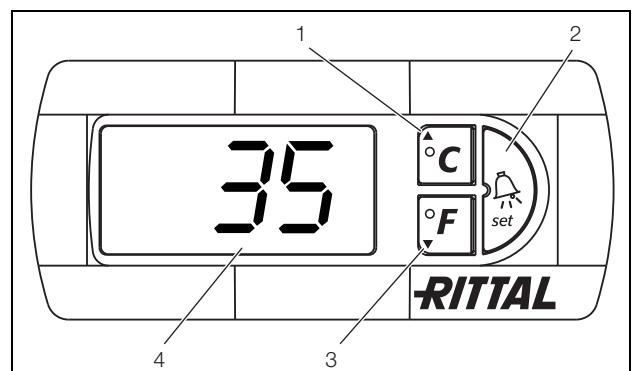

Fig. 12 : régulateur e-confort
Le climatiseur fonctionne automatiquement : dès que l'appareil est branché, le ventilateur de l'évaporateur (voir fig. 2) se met en marche et brasse l'air à l'intérieur de l'armoire électrique. Le régulateur e-confort assure la régulation du compresseur et du ventilateur du condenseur. Le régulateur e-confort dispose d'un affichage à 7 segments (fig. 12, n° 4). Après la mise sous tension, il commence par afficher la version actuelle du logiciel pendant env. 2 secondes, puis l'option pré-réglée (p. ex. t10) ou la température.
La programmation du climatiseur se fait à l'aide des touches 1 – 3 (fig. 12). Les paramètres correspondants sont également visualisés sur l'afficheur.
- Appuyer simultanément sur les touches 1 et 2 (fig. 12) pendant au moins 5 secondes.
Les touches 1, 2 et 3 (fig. 12) vous permettent de modifier 24 paramètres à l'intérieur des plages définies (valeurs limites minimales et maximales).